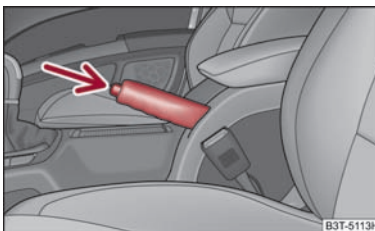

Abb. 130 Mittelkonsole: Handbremse
- Ziehen Sie den Handbremshebel etwas hoch und drücken Sie **gleichzeitig** den Sperrknopf → Abb. 130 hinein.